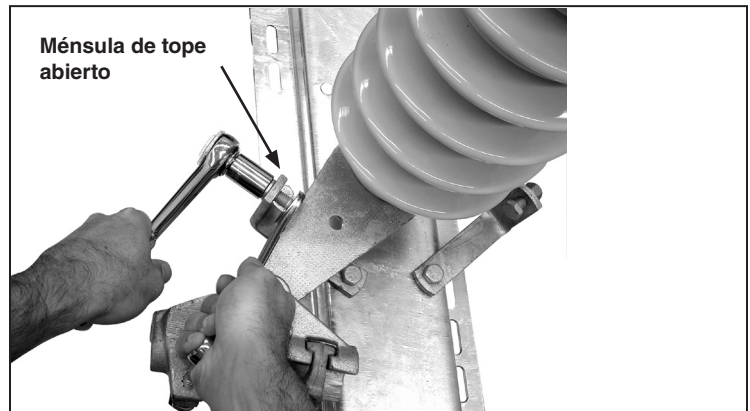

Figura 8. Instalación de la ménsula de tope abierto en el polo del interruptor.
**PASO 6.** Colóquese la ménsula de tope abierto al polo del interruptor que se va a conectar al tubo de operación vertical o a la chumacera externa. Ajuste el perno de tope a una apertura de 90 grados. Vea la Figura 8 así como el Detalle J en el plano de montaje.